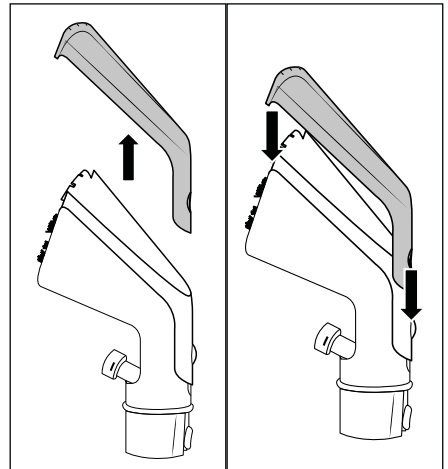

Abb. 9
- ◆ Drücken Sie die Verriegelungstaste **24** von der Reinigungsaufsatzabdeckung **23** der Polsterdüse **22** und ziehen die Reinigungsaufsatzabdeckung **23** ab (siehe Abb. 9).
- ◆ Setzen Sie die Reinigungsaufsatzabdeckung 23 auf die Polsterdüse 22. Schieben Sie diese nach unten, bis die Verriegelungstaste 24 in die Polsterdüse 22 einrastet (siehe Abb. 9).